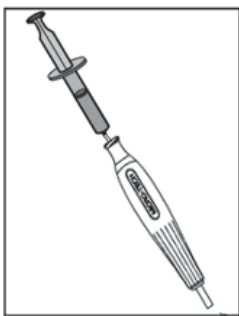
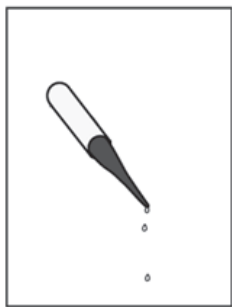

Fig. 3a
Fig. 3b
- Det anbefales at skylle det bagerste håndtag (styretrådporten) på stentleveringssystemet med en 10cc saltvandssprøjte for at fjerne all luft. (Se fig. 3a) Fortsæt med at skylle, indtil saltvandet strømmer ud af den distale kateterspids. (Se fig. 3b).